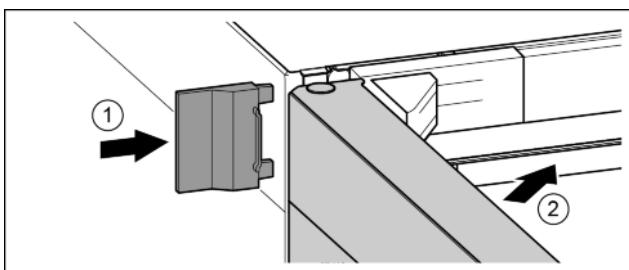

Fig. 26
- Nataknite vanjski pokrov. Fig. 26 (1)
- Zatvorite gornja vrata. Fig. 26 (2)